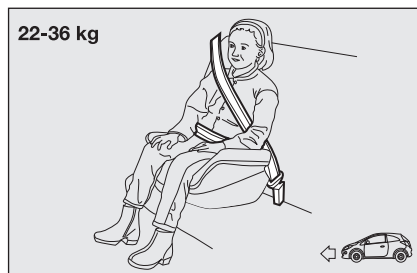

fig. 8
**Fig. 8** viser den korrekte placering af barnestolen på bagsædet.